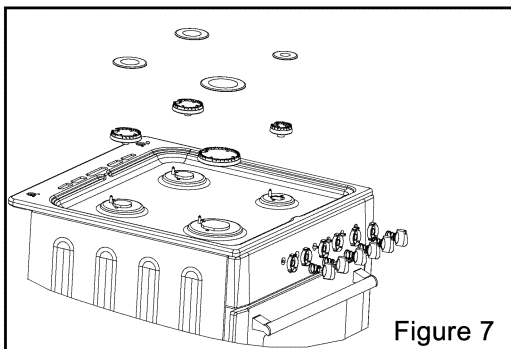

Figure 7
Le technicien devra tout d'abord vérifier le réglage gaz de votre cuisinière. Si elle est livrée en gaz naturel, il devra changer les injecteurs (voir ci-dessous) pour la rendre utilisable en gaz butane. L'installation doit être faite avec un tuyau gaz spécifique butane/propane vendu avec 2 colliers. l'embout gaz butane avec le joint sera installé sur la cuisinière, le tuyau sera enfoncé à fond sur cet embout et un collier sera installé en serrant correctement, mais sans couper le tuyau. Faire de même côté détenteur (voir fig. 7).
- Retirez le chapeau de brûleur + le brûleur supérieur. (voir fig.7)